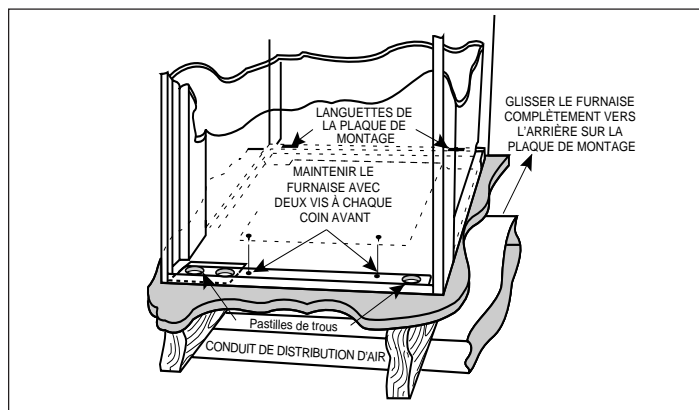

Figure 19. Fournaises à habillage « A » et « B »
- d. Maintenir l'avant avec une vis à chaque coin (voir la figure 19 ou 20).